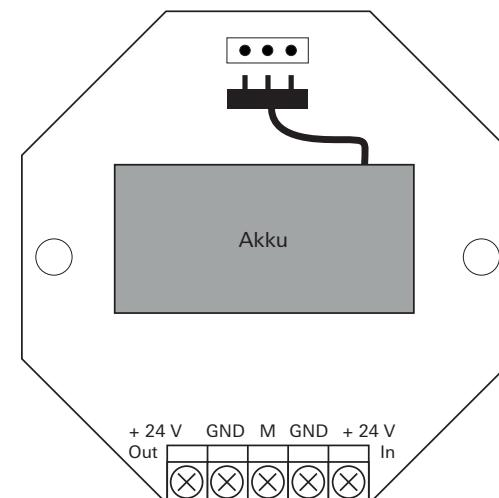

Abb. 1: Anschlüsse
- Eingangsspannung **+ 24 V In** anschließen (siehe Abb. 1).
- Akku mit der USV-Platine verbinden (siehe Abb. 1).
- Systemgeräte an die Anschlussklemme **+ 24 V Out** anschließen (siehe Abb. 1).
- Bei Bedarf Melder-Kontakt (**M**) verdrahten (siehe Abb. 1).